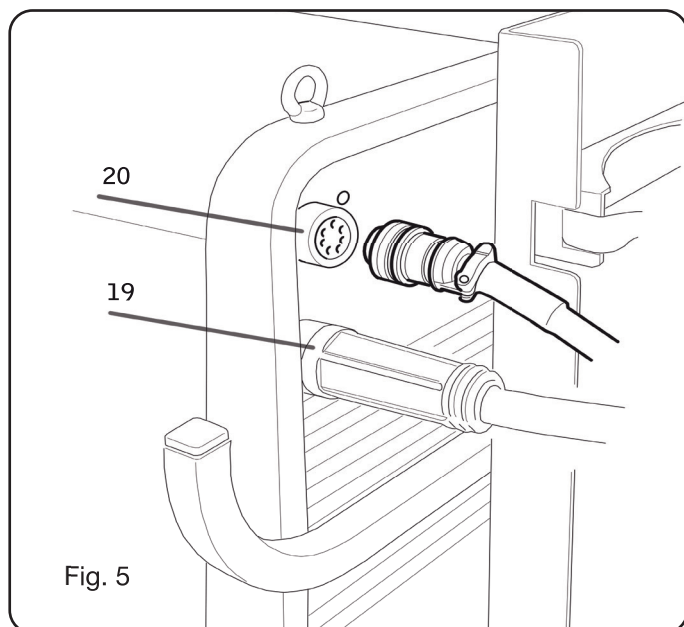

Fig. 5
- Executar as ligações, na traseira do gerador, como indicado na Fig. 5